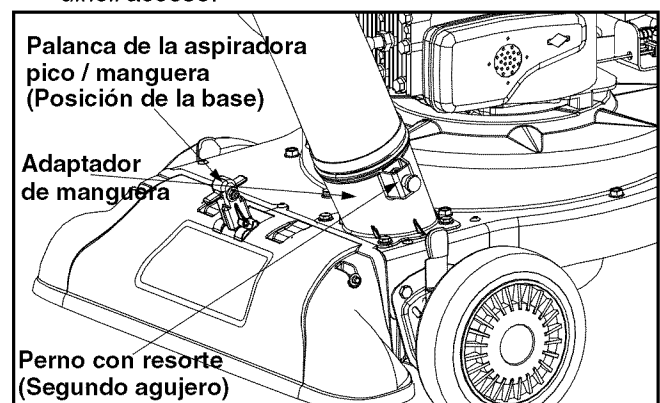

Figura 13
- Coloque la manija del pico / manguera de la aspiradora en la posición de la base del pico para volver a dirigir la aspiración al montaje de la manguera. Vea la Figura 13.